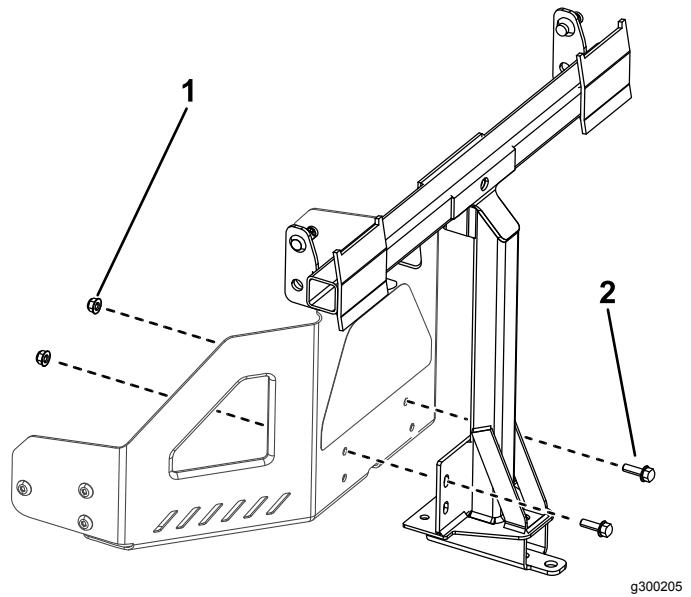

図 6
- ピボットフレームを機体フレームに、図 6 のように取り付ける。ピボットフレームを固定するボルト 5/16 x 1" 2本とロックナット 5/16" 2個を使用する。